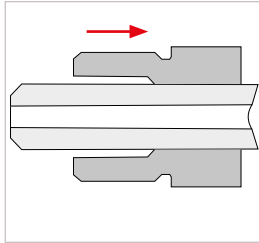

Abbildung 1
- Schieben Sie die Druckschraube auf das gereinigte Rohr (*Abbildung 1*).